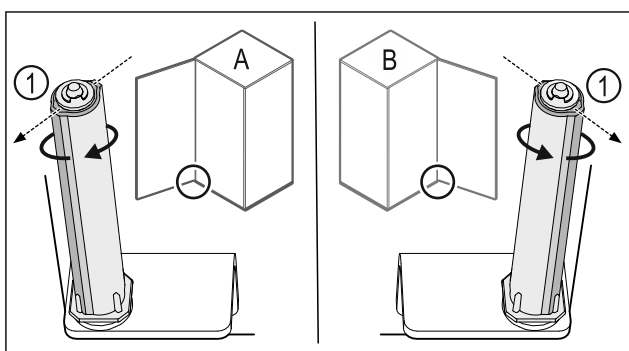

Fig. 50 Opritorul din stânga (A) / opritorul din dreapta (B)
- Rotiți sistemul de închidere până la rezistență, până când pragul sistemului de închidere Fig. 50 (1) este orientat spre exterior.